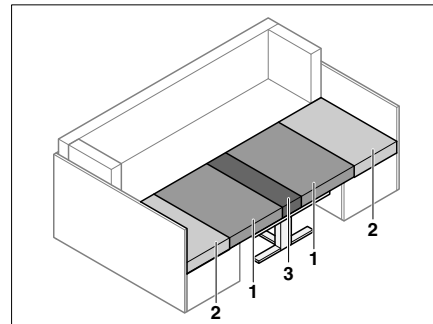

Bild 69 Nach dem Umbau
- Die Rückenpolster (Bild 69,2) abnehmen.
- Die Sitzpolster (Bild 69,1) zur Mitte ziehen.
- Die Rückenpolster (Bild 69,2) zwischen die Sitzpolster (Bild 69,1) und die Außenwand legen.
- Das Zusatzpolster (Bild 69,3) zwischen die Sitzpolster (Bild 69,1) auf den Tisch legen.